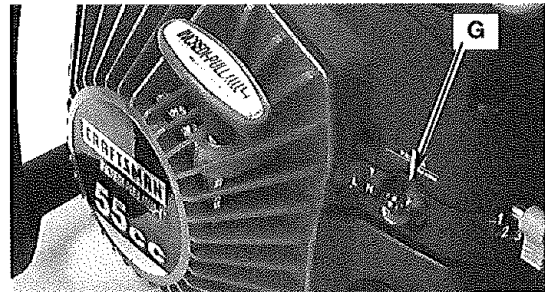

Fig. 5
2. Presione y suelte totalmente el cebador (G) 10 veces, lentamente. Se hará visible algo de combustible en el cebador (Fig. 5). Si no ve combustible en la válvula, presione y suelte la válvula tantas veces como sea necesario hasta que pueda ver el combustible.